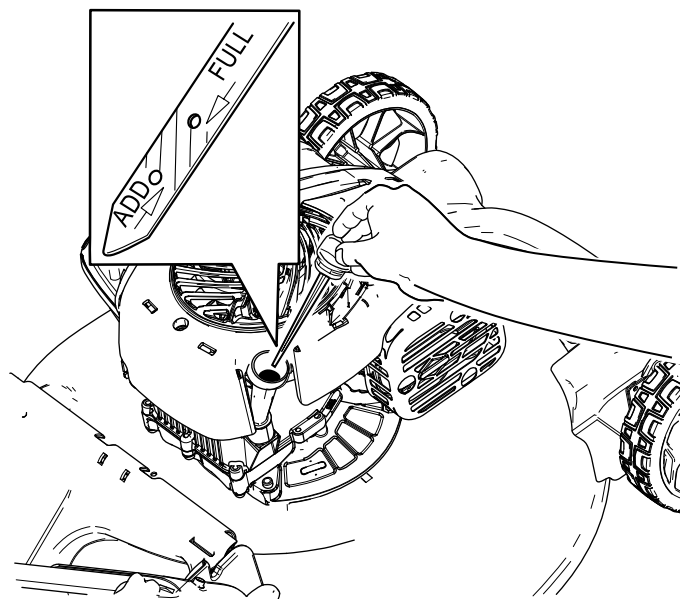

Figure 10
2. Dévissez le bouchon et sortez la jauge (Figure 10).
5. Vérifiez le niveau d'huile indiqué par la jauge (Figure 10).